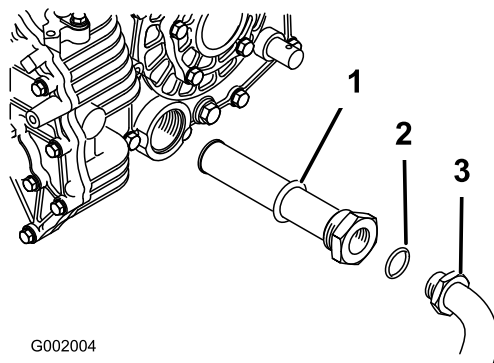

Figura 67
5. Togliete il flessibile idraulico ed il connettore a 90° (Figura 67).